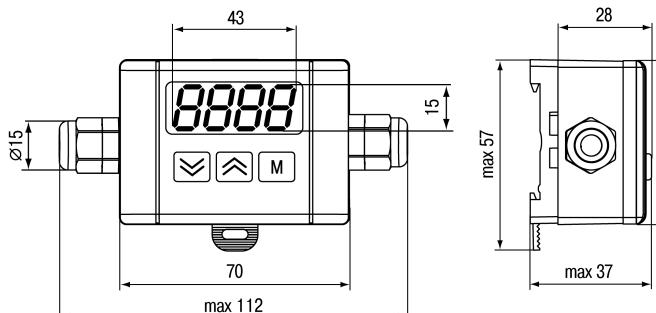

Рисунок 1 – Габаритные размеры
3. Снять переднюю панель корпуса (2) по стрелке 2, отвинтив четыре винта M3x16 (3) (рисунок 1);
4. Установите гермоводы через уплотнительное кольцо (5) из комплекта поставки, не затягивая гайки (6). Если подключение производится только с одной стороны, один из гермоводов заменить заглушкой из комплекта поставки;
6. Установить панель (2) обратно и закрепить ее винтами (3);